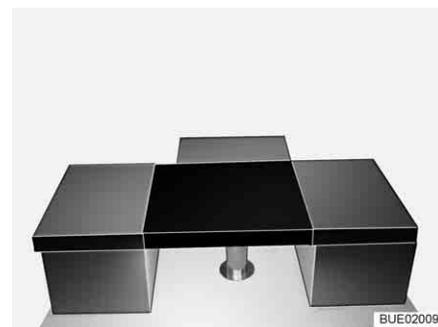

Fig. 151 Después de la transformación
- Colocar el cojín adicional rectangular en la mesa (entre los cojines de asiento de los bancos, véase Fig. 151).